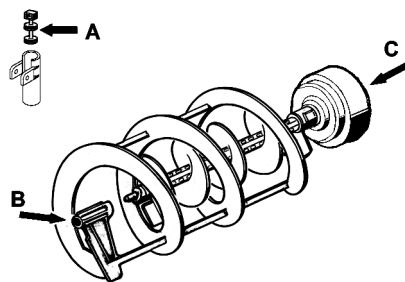

figura 13
- 2 Lubrificare il pistone rubinetto, il raschiatore interno e quello esterno (nei punti A, B e C indicati in figura 13) utilizzando esclusivamente il grasso fornito dal fabbricante o altro grasso